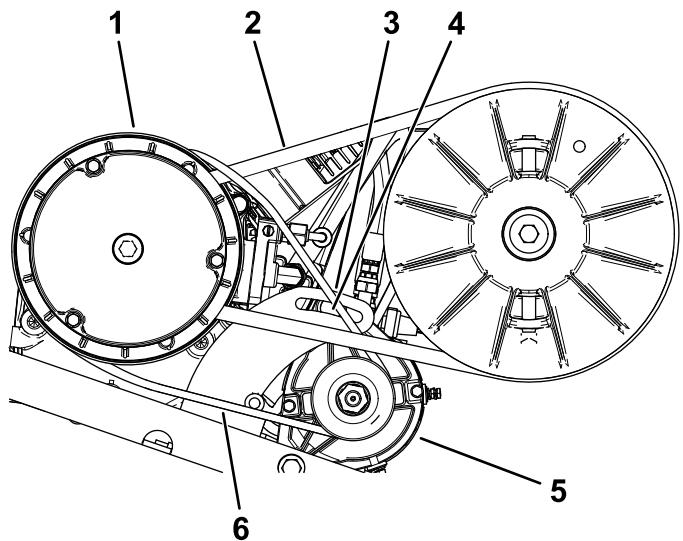

图 67
2. 拧松启动发电机的枢轴螺母图67。
4. 向下压撬棍将启动器向下转入槽中直至当施加 44N 的力量时皮带张紧力仅允许 6mm 的皮带下压图67。
5. 用手拧紧枢轴螺母并取下撬棍图67。